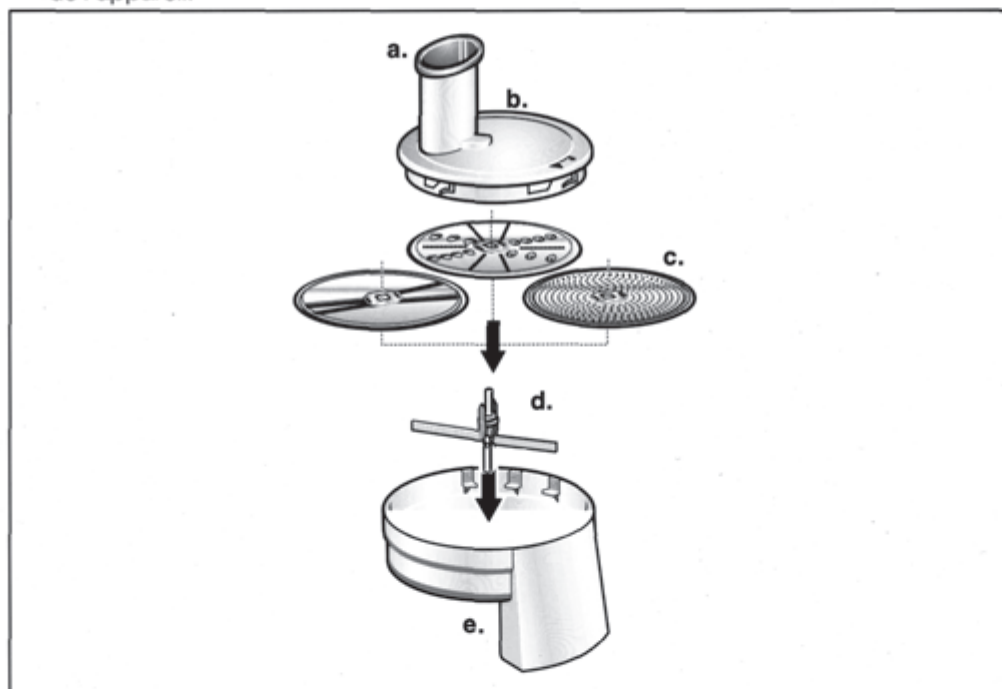

Figure 9
- Les Robots Culinaires Bosch Série Compact, MUM 4635 UC et MUM 4420 UC, comprennent le broyeur continu comme accessoire (MUZ 4 DS2). Les pièces composant cet accessoire sont les suivantes (voir figure 9) :
Assemblez le broyeur continu selon la chronologie illustrée par la figure 9 :